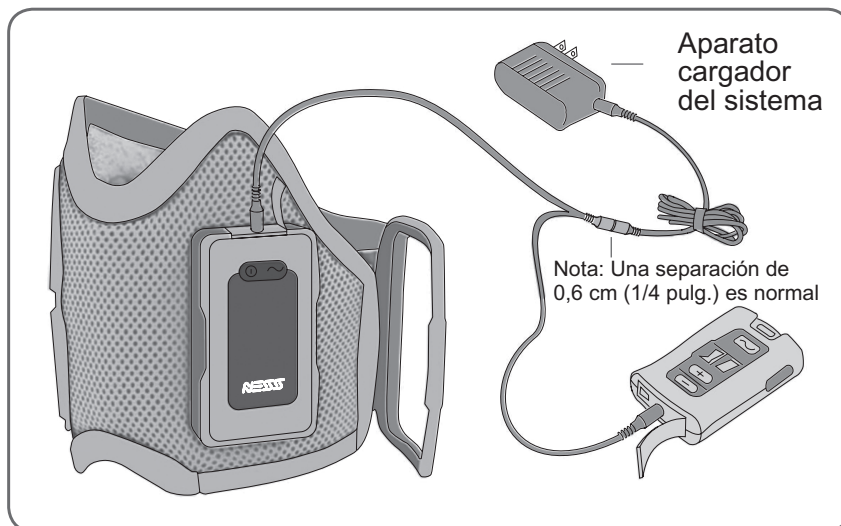

Figura 14: Preparación para efectuar la carga.
2. Conecte el aparato cargador del sistema a la unidad de control y a la unidad de estimulación RF. Vea la Figura 14.